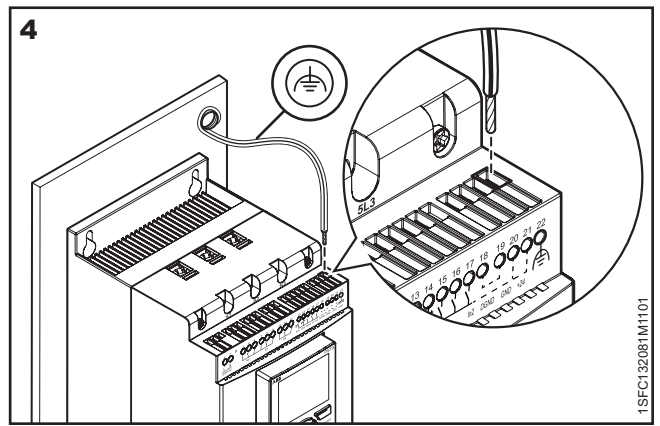

Рис. 4. Рабочее заземление, клемма 22
- Подключите рабочее заземление (клемма 22) с точкой заземления вблизи устройства плавного пуска, см. **рис. 4**.